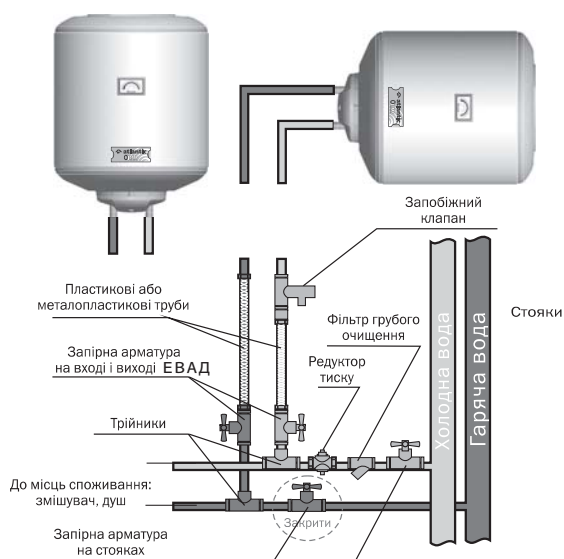
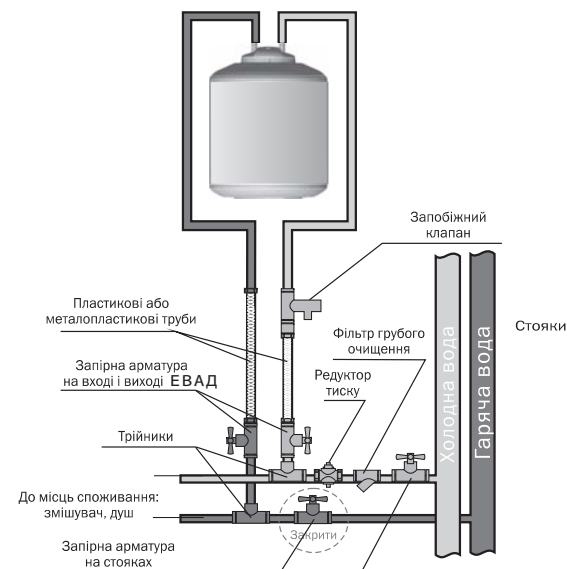

Рис. 5. Підключення ЕВАД у вертикальному / горизонтальному положенні
Рис. 6. Підключення ЕВАД, що встановлюється під мийкою
На трубопроводі холодної води необхідно встановлювати фільтр грубого очищення (у комплект постачання не входить) для запобігання попадання механічних домішок у запобіжний клапан (рис. 5, 6). З'єднання з патрубками повинні бути герметичні. Для герметизації використовуйте льон, клоччя або стрічку-фум.
- перевірити роботу запірної арматури (рис. 5, 6), через яку вода надходить до квартири від стояків гарячої і холодної води. Несправності запірної арматури на стояках повинні бути усунені до початку підключення ЕВАД. У випадках відсутності запірної арматури на стояках, необхідно встановити її на водопровідних трубах;
- у трубопровід холодної води встановити фільтр грубого очищення (рис. 5, 6);
- вимірити тиск трубопровода холодної води, при тиску більш 4 бар необхідно встановити редуктор на трубі холодної води (рис. 5, 6);
- на патрубок гарячої води встановити діелектричну муфту (рис. 5, 6);
- на патрубок подачі холодної води до ЕВАД (помічений синім кільцем) встановити запобіжний клапан (рис. 5, 6), **закрутивши його не більш ніж на 3-4 оберти.**
УВАГА! Підключення до системи водопостачання ЕВАД моделей O'Pro 10SB та 15S має виконуватися строго у відповідності зі схемою, наведеною на рис. 6. Запобіжний клапан кріпиться на трубопроводі осторонь від ЕВАД. При встановленні моделей Steatite в горизонтальному положенні патрубок подачі холодної води (помічений синім кільцем) повинен бути розташований знизу, а патрубок забору гарячої води (помічений червоним кільцем) - зверху (рис. 5).
- на зливальний отвір запобіжного клапана необхідно встановити дренажну трубку (рис. 5, 6) (у комплект постачання не входить), для відведення води у випадку автоматичного скидання надлишкового тиску в робочому баці;
При тривалій перерві в роботі ЕВАД його необхідно від'єднати від електричної мережі і перекрити вентилі на вході і виході (рис. 5, 6).